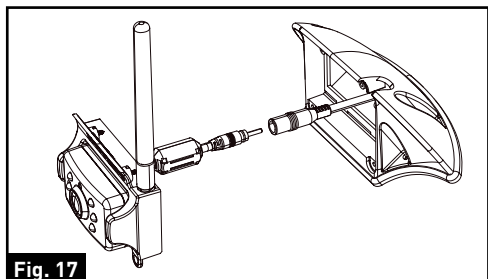

Fig. 17
9. Branchez le câble d'alimentation de la caméra au câble de la caméra. (Fig. 17)